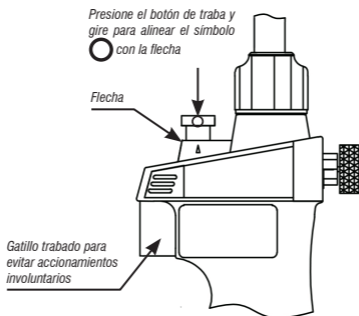

Figura 10 – Traba de seguridad del gatillo
2. Apriete el gatillo (3) para ventilar el gas restante en el interior del soplete.
3. Posicione el botón de traba y destraba del gatillo (9) en la posición  (consulte a tabela 2) (consulte la tabla 2) para accionar la traba de seguridad del gatillo (veja la Figura 10).